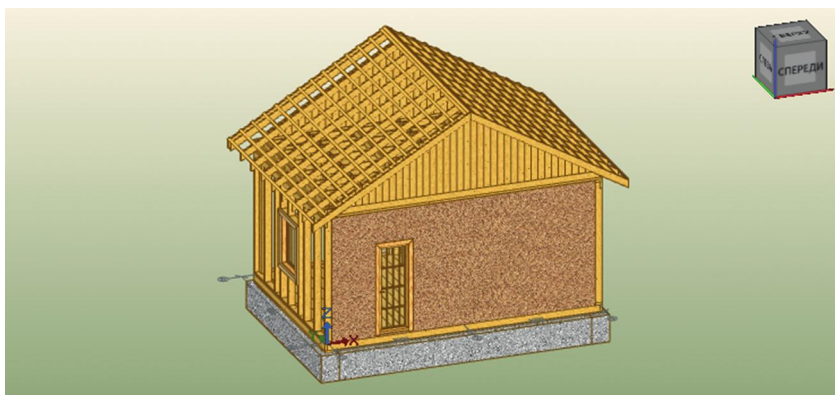

рис. 127
4. Щелчком левой кнопки мыши сделайте текущим видовое окно № 4 и укажите наружную пласт **стены А**, наведя курсор на одну из её досок. На экране появится заполнение ОСБ — наша обшивка (рис. 127).